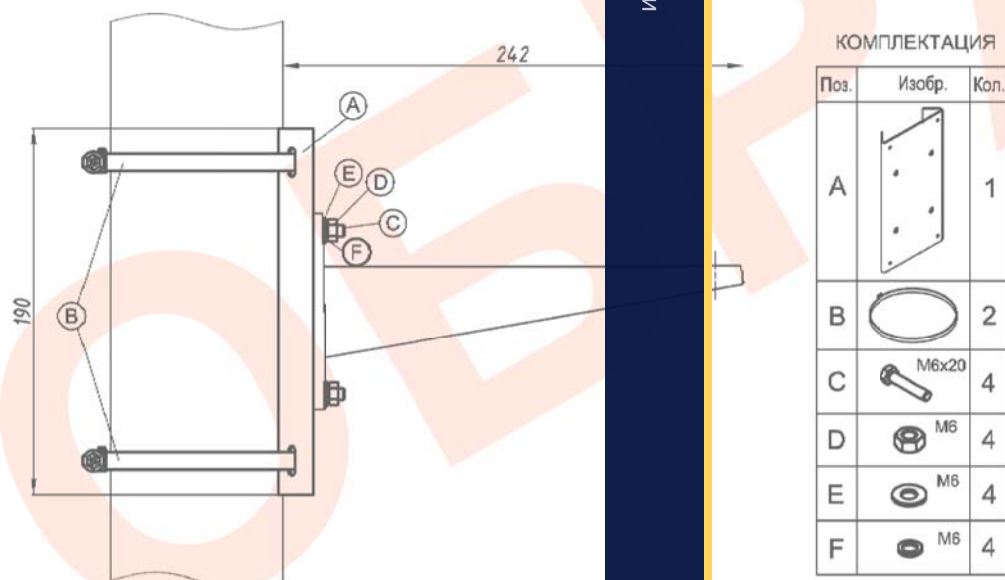

Рис.4 Монтаж кронштейна ТГБ-3 на опору (круглую или квадратную)
1. Кронштейн ТГБ-3 для крепления на опоры $\varnothing$; $\square=115 \times 115$ мм (другой размер – под заказ). Монтаж кронштейна см. рис.4.